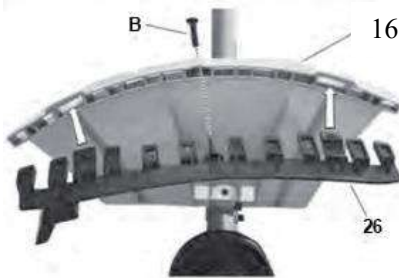

Fig.3-3
1. **Al utilizar el cabezal del hilo de corte, siempre debe instalarse la protección adicional con la sierra de corte del hilo. (Fig.3-3, Fig.3-4)**
- Fije la protección adicional (26) con el tornillo (B). (Fig.3-3)
- Quitar el tornillo (B); (Fig. 3-3)